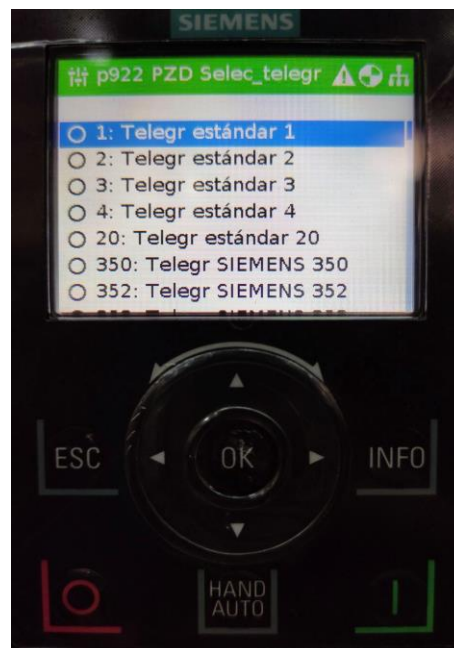

Figura 8. Telegrama estándar 1.
- Para ello en ubicarse en la ventana “p922 PZD Selec_telegr” escogemos el telegrama que vamos a usar “1: Teleg estándar 1” (ver Figura 8), y presionamos el botón “OK” para guardar la configuración y luego el botón “ESC” para regresar a la ventana principal.